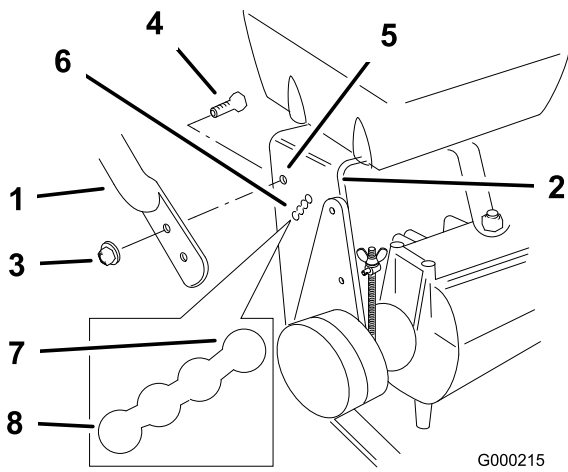

Figura 16
- Afloje los pernos con arandela prensada superiores (3/8 x 1 pulgada) y la tuerca con arandela prensada que sujeta el manillar al bastidor trasero (Figura 16).
3. Retire los pernos con arandela prensada inferiores (3/8 x 1 pulgada) y las tuercas con arandela prensada que sujetan el manillar al bastidor trasero (Figura 16).